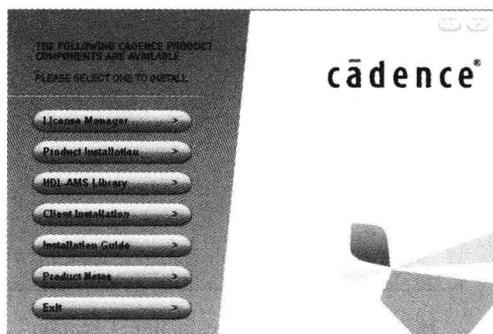

图 1.2.5 “Cadence SPB/OrCAD 16.3”的安装界面
(1) 系统会自动运行显示 Cadence SPB/OrCAD 16.3 的安装界面，如图 1.2.5 所示，在安装界面中选择“Product Installation”选项，进入安装向导窗口。